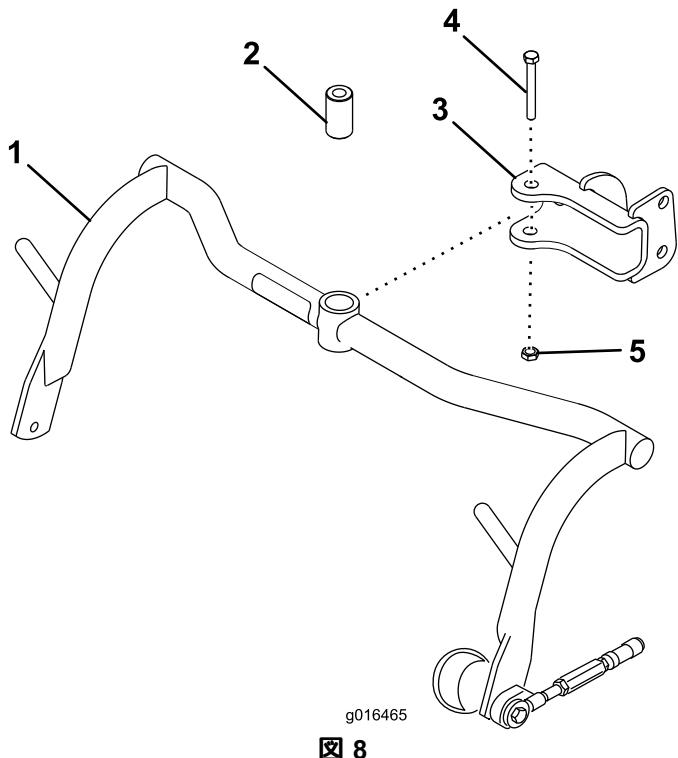

図 8
- 各クレビスにキャリアフレームを取りつけるスペーサ、1/2 x 3-1/4 インチボルト、1/2 インチロックナットを使用する図 8。91-113 N·m 9.3-11.5 kg·m=67-83 ft/lbにトルク締めする。